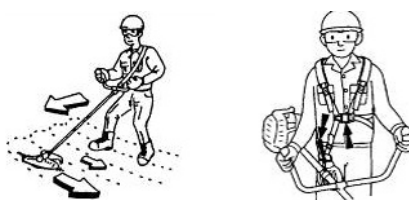

Fig.18
- Tondre l'herbe de droite à gauche (Fig. 18)